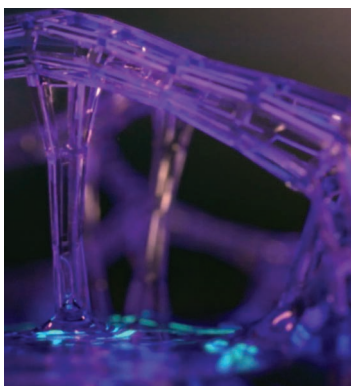

Рис. 3. Фрагмент тестового образца для сравнительного анализа скорости и качества печати.
5. Гладкая без ступенек поверхность объекта (рис. 3, 14).
На рис. 2 приведено сравнение скорости изготовления объекта сложной формы (диаметр 51 мм, рис. 3) на топовых машинах в каждой технологической категории AM. Следует отметить, что объект не может быть изготовлен по традиционной технологии производства.